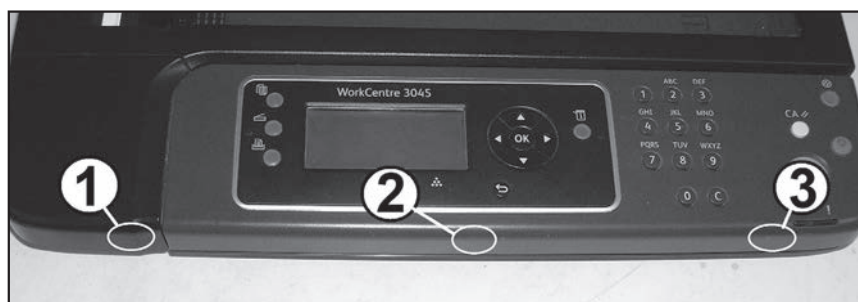

Рис. 104
2. Располагают блок сканера панелью управления вверх к себе. Освобождают три фиксатора 1-3 (рис. 104), расположенные по ближней стороне, перемещают ближнюю сторону панели управления вверх до выхода фиксаторов из прямоугольных отверстий, перемещают к себе и располагают платой вверх на стекле сканера.